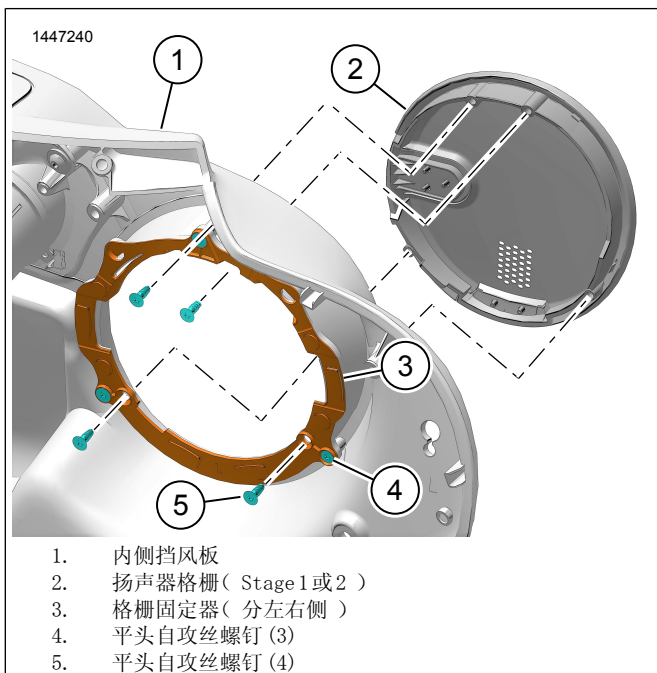

图2. 扬声器格栅组件
1. 参见图2。安装格栅固定器至内侧挡风板。
2. 参见图2。将扬声器格栅装在在内侧挡风板上。